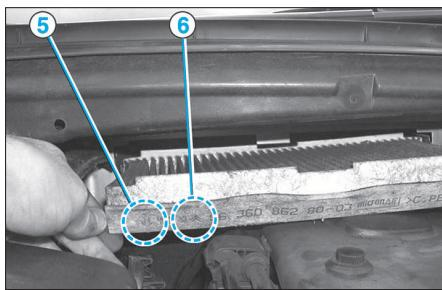

FIG. 7
- Déposer le filtre d'habitacle (Fig.7).
**A la repose,** procéder dans le sens inverse de la dépose, en veillant à ce que le logement du filtre d'habitacle soit propre et en positionnant le filtre avec sa flèche (5) orientée vers le bas et l'indication haut/bas (6) lisible à l'endroit (Fig.7).